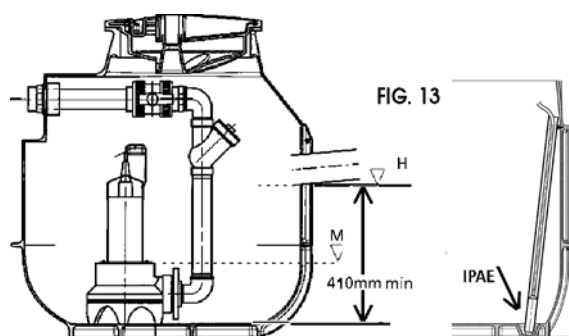

Рисунок 10
**ВНИМАНИЕ!** Уровень выключения насоса должен быть не ниже нижней части двигателя (отметка М). Уровень включения насоса должен быть установлен на уровне нижней части приточного трубопровода, но выше верхней части двигателя, для гарантированного охлаждения (отметка Н). Несоблюдение этого условия может привести к поломке насоса! (См. рисунок 10).